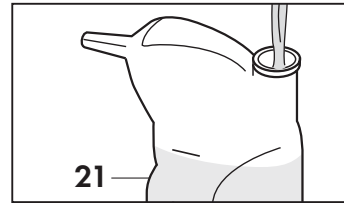

Abb. 6
Die Flasche (21) mit entmineralisiertem Wasser oder Leitungswasser füllen (**Abb. 6**).